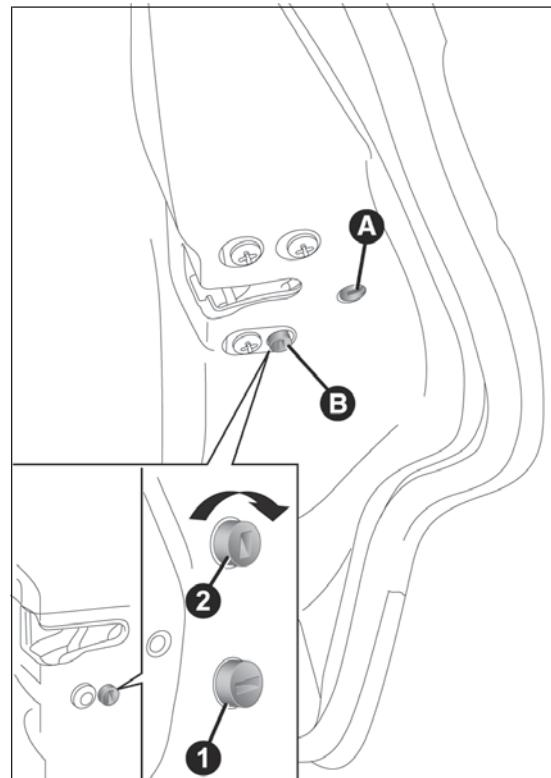
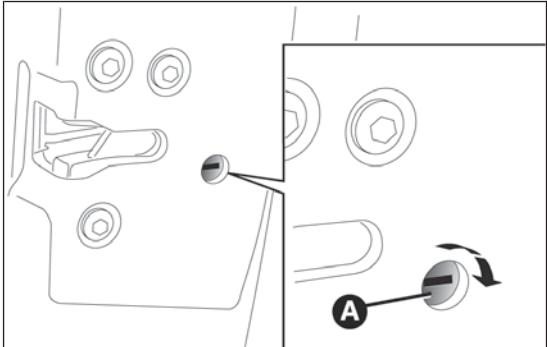

fig. 75
fig. 76
Il dispositivo A fig. 75 è inseribile solo a porte aperte:
- inserire l'inserto metallico della chiave di avviamento nella sede A fig. 76 (porta anteriore lato passeggero) oppure B fig. 75 (porte posteriori) ;